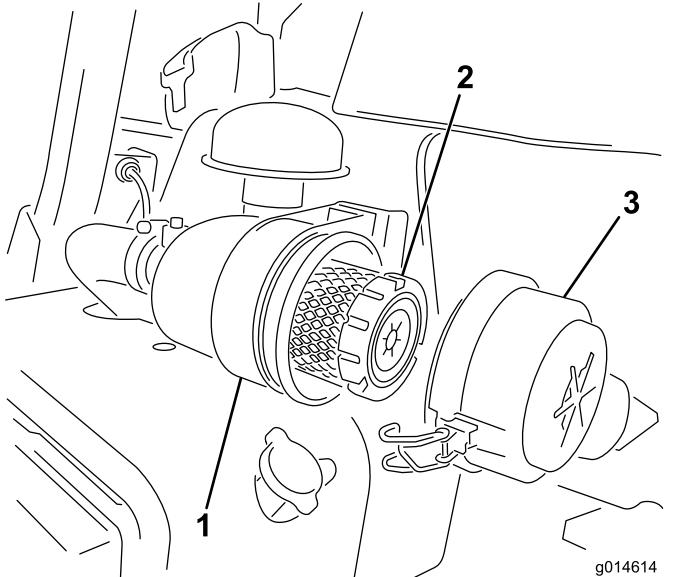

图41
- 松开将空气滤清器盖固定到空气滤清器壳体上的闩锁（图41）。
6. 固定搭扣（图41）。